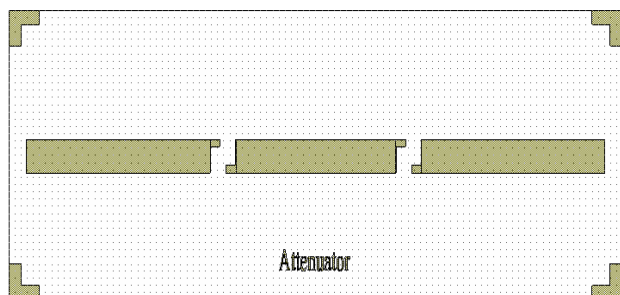

Рис. 3.68
- Выберите в меню **Draw>Text**. Поместите курсор на плату и щёлкните левой кнопкой мышки. В образовавшемся поле ввода наберите **Attenuator** и щёлкните мышкой вне этого поля. Установив курсор на надпись и нажав левую кнопку мышки, можно переместить надпись в любое свободное место на плате. Созданная плата показана на рис. 3.68. Заметим, что по умолчанию тополо-